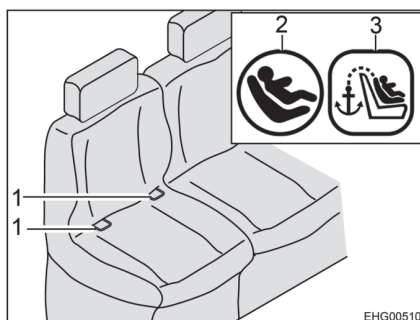
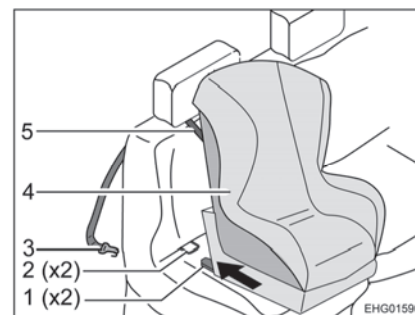

Fig. 19 Asiento con ISOFIX
Fig. 20 Fijación con Top Tether
- Dejar que los brazos de enganche (Fig. 20,1) engatillen en los puntos de anclaje (Fig. 19,1 y Fig. 20,2). En esto, se deberá oír un clic distintivo.
- Con un fuerte tirón controlar si el asiento infantil (Fig. 20,4) está firmemente fijado.
- Introducir la correa Top Tether (Fig. 20,5) entre el reposacabezas y el cojín del respaldo.
- Enganchar el gancho de fijación (Fig. 20,3) en el punto de anclaje en el lado trasero del asiento del vehículo.